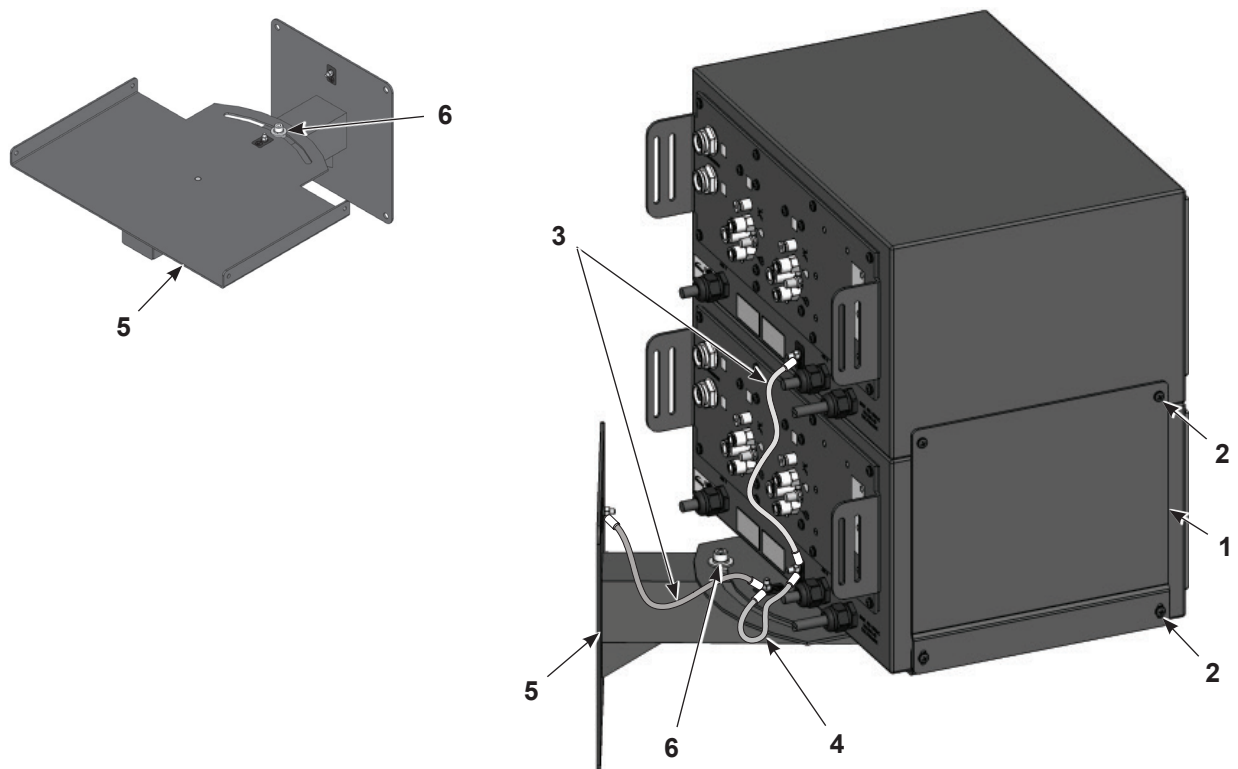

Рис. 3-3 Монтаж блоков управления двумя распылителями с помощью дополнительного настенного монтажного кронштейна
1. См. Рис. 3-3. Установить настенный монтажный кронштейн (5) на вертикальной поверхности, достаточно прочной, чтобы нести массу блоков управления и монтажного кронштейна. Использовать соответствующие крепежные детали.
3. Если монтируется только один блок управления, закрепить его на фланцах кронштейна четырьмя винтами M5 x 12 с цилиндрической головкой (2).
4. Если монтируются два блока управления, закрепить на лотке объединительные кронштейны (1) со стороны прорези и блок управления четырьмя винтами с цилиндрической головкой M5 x 12 (2). Не затягивать винты.
6. При помощи 12-дюймового круглого провода заземления (3) заземлить верхний блок управления на нижний блок управления. При помощи 4-дюймового круглого провода заземления (4) заземлить нижний блок управления на лоток для настенного монтажа. При помощи второго 12-дюймового круглого провода заземления соединить лоток с монтажной пластиной.
7. Ослабив стопорный болт лотка (6), повернуть лоток в нужное положение, а затем затянуть болт.